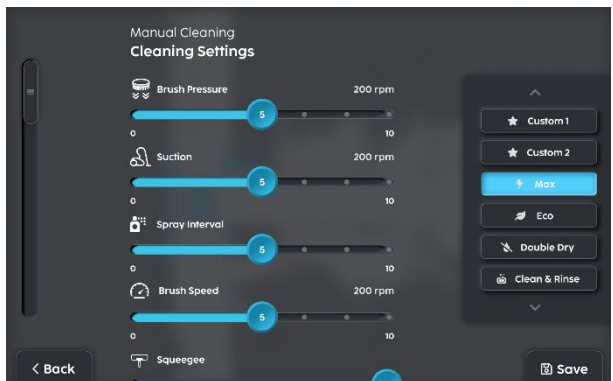

Fig. 7
6. Avant de confirmer la zone, l'opérateur peut ajuster les paramètres de nettoyage (Fig 7).